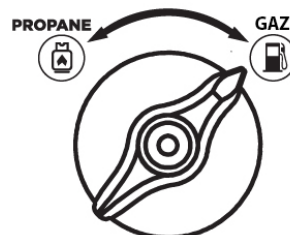

Figure 7 : Tourner le sélecteur de carburant sur la position GAZ
- b. Tournez le bouton du sélecteur de carburant sur **ESSENCE** (voir Figure 7).